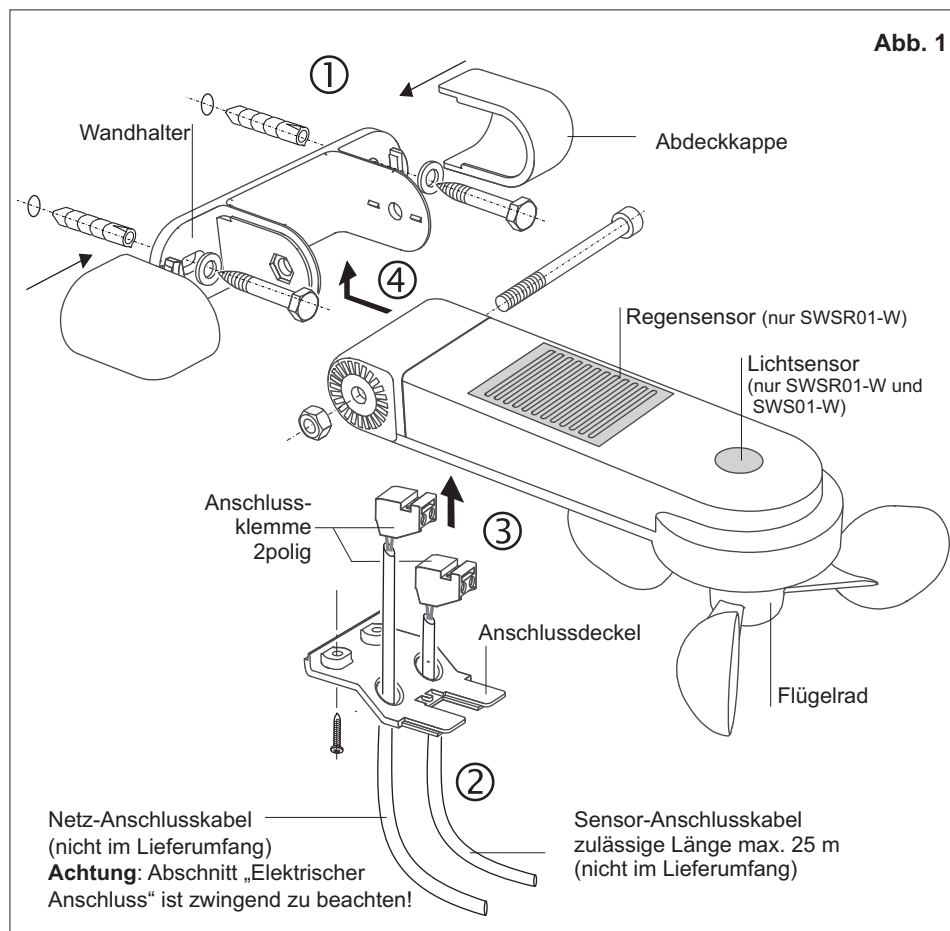

Abb. 1
- Rasten Sie den Anschlussdeckel in das Gehäuseunterteil des Sensors ein und schrauben Sie ihn mit den beiliegenden Linsenschrauben fest (siehe Abbildung 1).